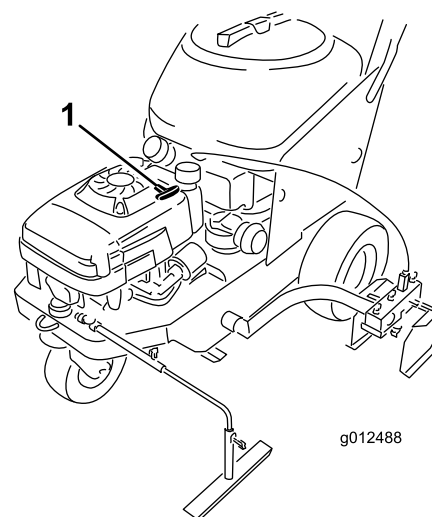

図 13
リコイル・スタータ（図 13）はエンジンの上部にあります。このスタータ・ハンドルを引くとエンジンが始動します。
6. 抵抗を感じるところまでスタータ・ハンドル (図 13) を引き上げ、そこから力強く引く。ロープは自然に巻き取られる。